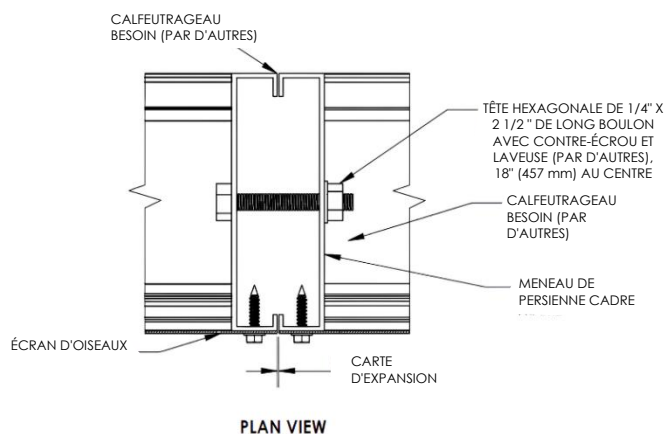
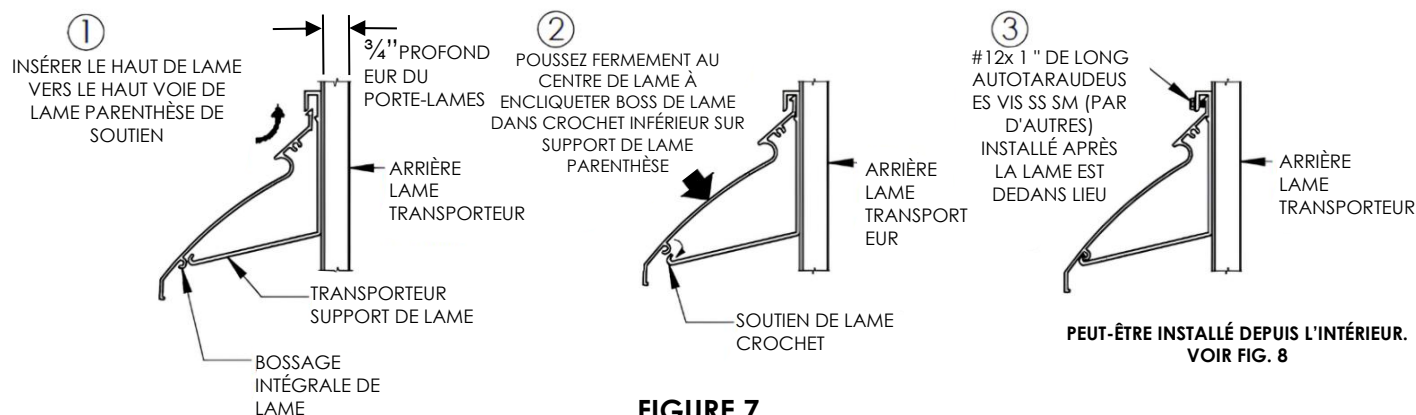
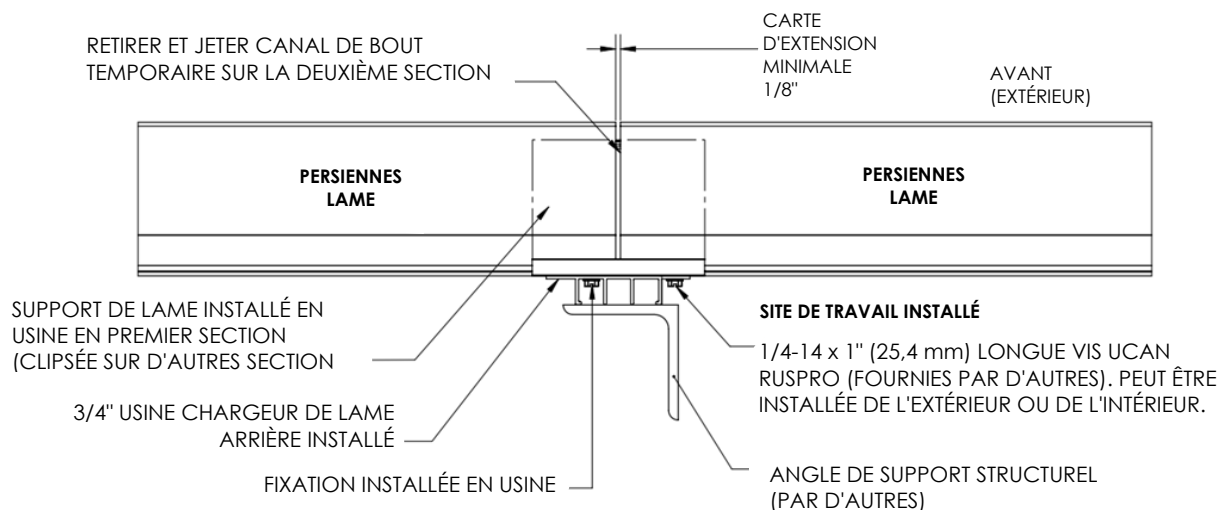
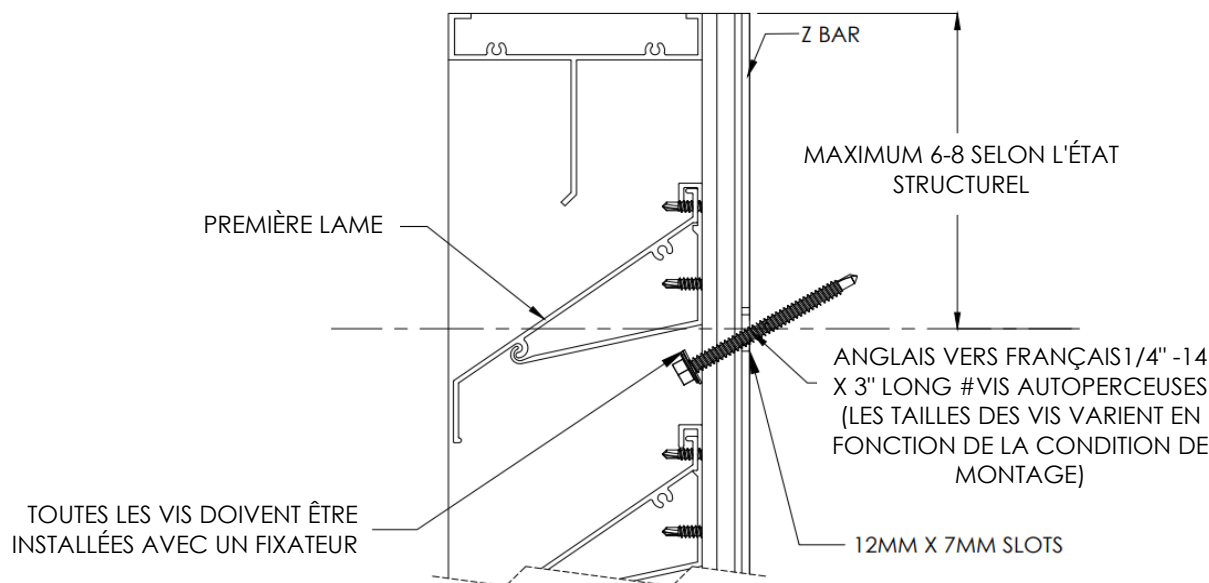

FIGURE 3
FIGURE 7
FIGURE 8
FIGURE 12
Installez d'abord la section gauche (vue de l'extérieur du bâtiment), puis les autres sections progressivement, de gauche à droite. Utilisez des cales pour positionner la persienne de manière à ce qu'elle soit de niveau et d'aplomb dans l'ouverture et que l'espace d'étanchéité souhaité soit respecté sur le périmètre. Une fois la persienne correctement positionnée, fixez le cadre périphérique aux équerres de fixation, et les montants/soutiens de lames intermédiaires arrière aux renforts structurels à l'aide de vis autotaraudeuses en acier inoxydable n° 12 x 25 mm (fournies par un tiers), espacées de 457 mm maximum. (Voir la figure 7 pour les détails du centre.) Pour les montants verticaux plus hauts (à lames fixes uniquement) sans entretoises, les cadres de montants peuvent être fixés directement entre eux à l'aide de boulons d'un diamètre minimal de 6,35 mm (¼ po) et d'une longueur minimale de 63,5 mm (2½ po), avec écrous de blocage et rondelles, espacés d'au maximum de 457 mm (18 po) (voir figures 3 et 4). Une fois la fixation terminée, installez les joints de fond de trou si nécessaire (à la charge d'un tiers) et appliquez le mastic (à la charge d'un tiers) sur le pourtour de la persienne.
3) APRÈS AVOIR RETIRÉ LE MONTANT TEMPORAIRE, JOIGNEZ LES DEUX SECTIONS DE PERSIENNES À L'AIDE DU SUPPORT DE LAME (VOIR FIG 7 ET 8)
Installez d'abord la section gauche (vue de l'extérieur du bâtiment), puis les autres sections progressivement, de gauche à droite. Utilisez des cales pour positionner la persienne de manière à ce qu'elle soit de niveau et d'aplomb dans l'ouverture et que l'espace d'étanchéité souhaité soit respecté sur le périmètre. Une fois la persienne correctement positionnée, fixez le cadre périphérique aux équerres de fixation et les montants/soutiens de lames intermédiaires arrière aux renforts structurels, à l'aide de vis autotaraudeuses en acier inoxydable n° 12 x 25 mm (non fournies). Après avoir retiré la plaque d'extrémité temporaire de la deuxième section, installez-la en alignant les extrémités des lames avec les supports de lames correspondants installés en usine sur la première section, et en guidant le haut de chaque lame dans la rainure supérieure du support correspondant. (voir figure 7). Appuyez fermement au centre de chaque extrémité de lame pour enclencher le bossage de lame intégré dans le crochet du support de lame. Fixez chaque lame au support et au porte-lame à l'aide d'une vis autotaraudeuse en acier inoxydable n° 12 x 25 mm (non fournie). (voir figures 7 et 8). La section doit être positionnée de manière à ménager un jeu de dilatation minimal de 3 mm (1/8 po) entre les extrémités des lames. Répétez l'opération pour les autres sections. Une fois la fixation terminée, installez les joints de fond de panier si nécessaire (à la charge d'un tiers) et appliquez le mastic (à la charge d'un tiers) sur le pourtour du cadre. À une distance de 3 m (10 pi), les lames doivent paraître droites et parfaitement alignées (voir figure).
Installez d'abord les sections inférieures. Commencez par la section la plus à gauche (vue de l'extérieur du bâtiment), puis les autres sections progressivement, de gauche à droite (voir figure 8). Utilisez des cales pour positionner la persienne de manière qu'elle soit de niveau et d'aplomb dans l'ouverture et que l'espace d'étanchéité souhaité soit respecté sur le pourtour. Une fois la persienne en position, fixez le cadre périphérique aux équerres de fixation et les montants/soutiens de lames intermédiaires arrière aux renforts structurels à l'aide de vis auto taraudeuses en acier inoxydable n° 12 x 25 mm (non fournies). Après avoir retiré la plaque d'extrémité temporaire de la deuxième section, installez-la en alignant les extrémités des lames avec les supports correspondants installés en usine sur la première section, et en guidant le haut de chaque lame dans la rainure supérieure du support (voir figure 7). Appuyez fermement au centre de chaque extrémité de lame pour enclencher le bossage intégré dans le crochet du support. Fixez chaque lame au support et au chariot à l'aide de vis auto taraudeuses en acier inoxydable n° 12 x 25 mm (non fournies) (voir figures 7 et 8). La section doit être positionnée de manière à ménager un jeu de dilatation approprié entre les extrémités des lames. Répétez le processus pour les sections supérieures. Un cordon fin de calfeutrage peut être appliqué entre les sections de châssis latérales supérieures et inférieures afin d'assurer l'étanchéité, en particulier sur les persiennes drainables. Les sections supérieures et inférieures peuvent être fixées ensemble aux châssis latéraux à l'aide d'équerres de raccordement. Fixez les porte-lames arrière supérieurs et inférieurs aux renforts structurels à l'aide d'au moins des vis en acier inoxydable N° 12 x 1-1/2" (par d'autres) lorsque l'installation se fait de l'intérieur (voir Figure 11). Lorsque l'installation se fait de l'extérieur, utilisez des vis 1/4 - 14 x 3" installées entre les lames, avec un espacement des vis déterminé par l'ingénieur (voir Figure 12). Une fois le vissage terminé, installez les cordons de support si nécessaire (par d'autres) et appliquez le calfeutrage (par d'autres) autour du périmètre du châssis.